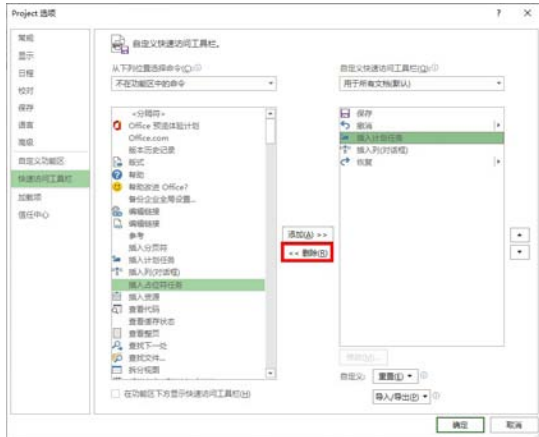

图 1-47 删除命令
- (5) 在图 1-47 右侧的列表框中选择【插入计划任务】选项，单击【删除】按钮，即可删除快速访问工具栏中的命令。
- (6) 另外，选择【快速访问工具栏】选项卡，选择【自定义】右侧的【重置】|【仅重置快速访问工具栏】命令，即可取消自定义操作，恢复到自定义之前的状态。完成设置后，单击【确定】按钮即可。